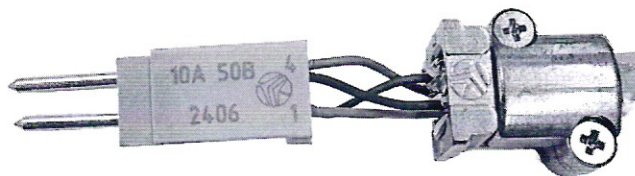

Рисунок 4 – Установка контактов в контактную вставку
3.8 Установить контакты в контактную вставку до щелчка (рис. 4). Монтаж контактов проводить так, чтобы контакты 1 и 3 составляли одну пару, а контакты 2 и 4 вторую пару.